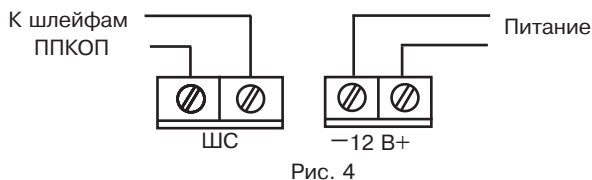

Рис. 4
- подключите провода согласно рис.4;